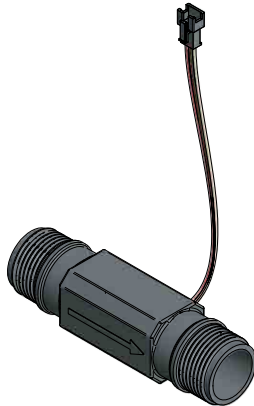

Figure 1
1. Installez le débitmètre de 1 po (2,5 cm) dans la conduite de sortie d'eau conditionnée du système qu'il surveille. La flèche sur le débitmètre doit pointer dans la direction du débit d'eau. Voir la figure 1.